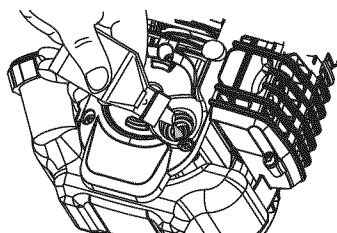
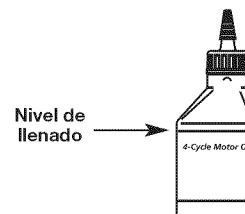

Fig. 22
Fig. 23
**NOTA:** Use la botella y la boquilla que guardó del uso inicial para medir la cantidad correcta. El nivel de 90 ml (3,04 onzas) está aproximadamente en la parte superior de la etiqueta de la botella (Fig. 23). Mida el nivel con la varilla de medición. Si el nivel está bajo, agregue una pequeña cantidad de aceite y vuelva a medir (Fig. 22). No lo llene demasiado.